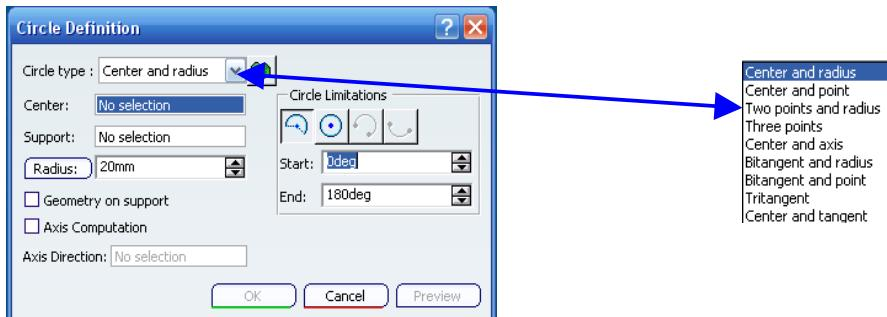

Ilustración 367: Definición de círculo.
**Circle (Círculo).** Esta operación crea tanto círculos como arcos. Si se hace clic sobre el ícono aparecerá la ventana de definición que aparece en la Ilustración 367.